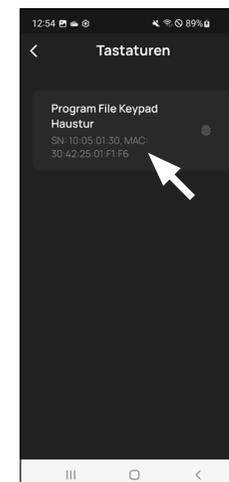

Abb. 7
- 8 Sélectionnez le Keypad souhaité (Fig. 7).